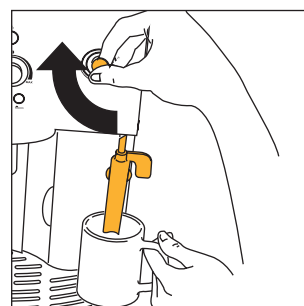

Fig.23
- Sett cappuccinolageren ned i melkebeholderen (fig. 23). Vær oppmerksom så ikke den uthevede linjen på cappuccinolageren nedsenkes (se pil på fig- 24). Vri damphåndtaket en halv runde mot venstre helt til den stopper opp (*forsiktig så du ikke brenner deg*). Cappuccinolageren sender ut damp som gir melken et kremaktig utseende og fører til at volumet øker. Får å få et enda mer kremaktig skum senkes cappuccinolageren ned i melken, og så beveger man beholderen i langsomme sirkelbevegelser nedenfra og opp. (Det anbefales at man ikke bruker damputtaket i mer enn 2 minutter sammenhengende)